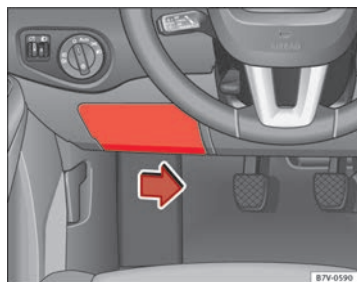

Fig. 201 Sulla plancia, accanto al conducente: coperchio della scatola dei fusibili.
- Per aprire il coperchio spostare verso destra la maniglia situata nella parte inferiore dello stesso ⇒ fig. 201.